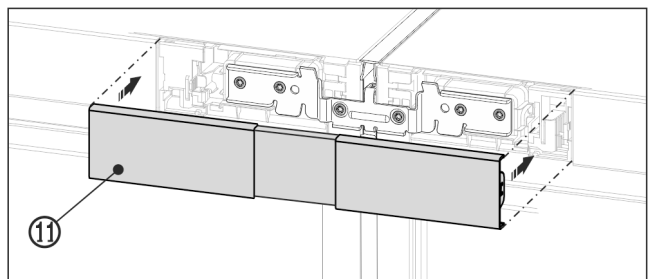

Fig. 24 Példaként szolgáló ábrázolás
- ▶ Pattintsa a felső fedelet Fig. 24 (11) a két kezelőrésszel nyílás még nyitott hézagába. Ügyeljen arra, hogy a fedél külső oldalai pontosan lezárják a kezelőrésszel nyílását.